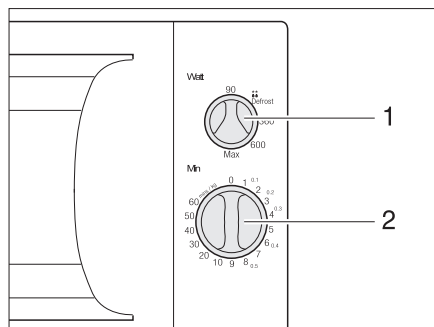

Fig. 135 Boutons de commande du four à micro-ondes
- Sélectionner la puissance sur le bouton tournant (Fig. 135,1).
- Sélectionner la durée de cuisson sur le bouton tournant (Fig. 135,2). La cuisson commence.